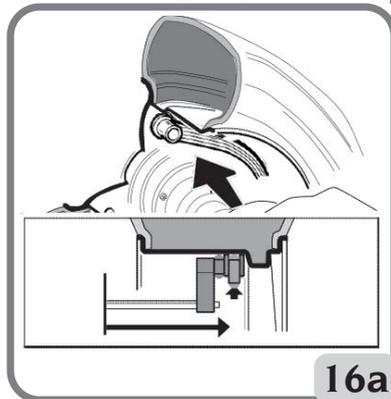

Fig.16a: Acquisizione manuale della distanza del piano esterno nei Tipi di Programma ALU 2P e ALU 1P
- Portare l'estremità del braccio automatico di rilevamento in corrispondenza del piano scelto per l'applicazione del peso esterno (fig. 16a), in modo analogo a quello descritto in precedenza per il fianco interno.